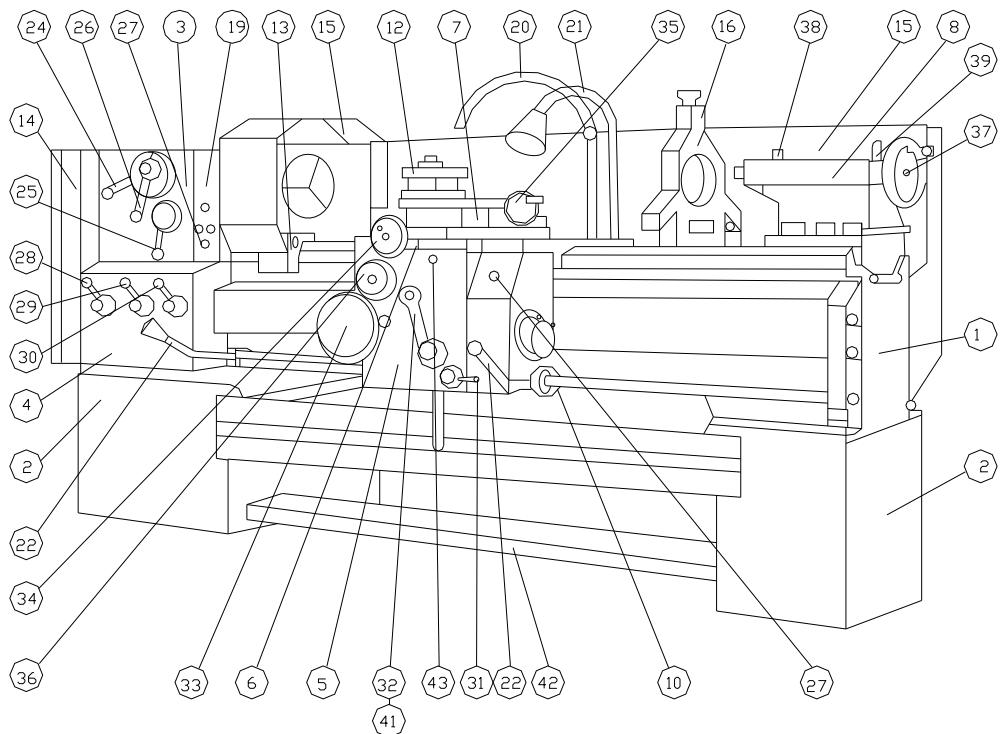
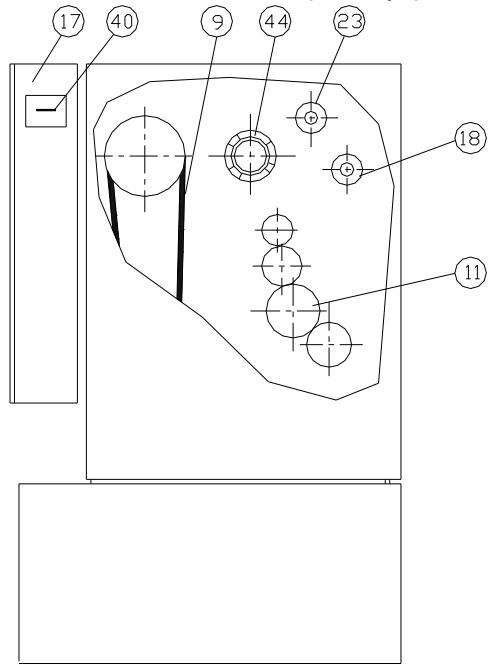

Рис.4-1. Основные части и органы управления
Рис.4-2. Основные части и органы управления
На Рис.4-1 и Рис.4-2 показаны основные части и органы управления станка
Диск, на рис.4-3 и рис.4-5, находящийся на лицевой стороне коробки скоростей и управляемый рукояткой 24 рис.4-1, имеет четыре фиксированных положения. Сектор диска, в котором находятся требуемые обороты, устанавливается левее или правее вертикальной линии в зависимости от того где находится фиксированное положение диска.
Рукояткой 26, рис.4-2, имеющей два фиксированных положения, указатель устанавливается в направлении к соответствующему сектору.
Ступица, рис.4-6, управляемая рукояткой 25, рис.4-1, снабжена тремя цветовыми индикациями (зеленой, красной и синей) рис.4-6. Цвет на фоне требуемой оборотной ступени устанавливается напротив стрелки на табличке.
Запуск и остановка шпинделя для вращения в прямом или обратном направлении производится рукояткой 22 рис.4-1.
• **Механизм для нормального и увеличенного шага, левой и правой резьбы:** он расположен в коробке скоростей поз.3 рис.4.2 и его настройка производится рукоятками – поз.23 и 18;
• **Гитара, рис.4-2 поз.11:** ее настройка производится путем перемещения самого нижнего зубчатого блока, согласно рис.4-7; 4-8; 4-9 и 4-10 или табличке, установленной на лицевую часть коробки скоростей;
• **Коробка подач позиция 4 рис.4.1:** ее настройка производится рукоятками 28 и 29 на шаг резьбы или подачу и рукояткой 30 на вид резьбы и подачу;
- **Коробка суппорта:** автоматическое движение подач суппорта осуществляется ведущим валом и суппортным механизмом. Включение и выключение продольной или поперечной подачи суппорта производится рукояткой 32 рис.4-1. Направление, в котором перемещается рукоятка, соответствует направлению движения суппорта.
Движение суппорта при нарезании резьбы осуществляется через ведущий винт и разъемную гайку коробки суппорта. Зацепление разъемной гайки к ведущему винту производится посредством рукоятки 31 рис.4-1.
Управление суппорта при зацепленной гайке производится через рукоятки 22 рис.4-1.
Включение быстрого хода суппорта производится установкой рукоятки 32 рис.4-1 на автоматическую подачу в желаемом направлении движения и нажатием кнопки 41 рис.4-2 для включения электродвигателя. Коробка суппорта оснащена обгонной муфтой, которая обеспечивает включение суппорта на быстрый ход как при выключенном, так и при включенном движении коробкой подач.
- Задайте обороты и обратный обхват ручками 24, 25 и 26 рис.4-1 и согласно табличке для резьбы;
- Рукояткой 23, рис.4-2 задайте механизму нормальный или увеличенный шаг;
- Рукояткой 18, рис. 4-2 задайте направление (левая или правая резьба);
- Настройте самый нижний зубчатый блок гитары на поз.11 рис.4-2 согласно табличке для резьбы;
- Задайте множительный механизм рукоятки 28, рис.4-1 согласно табличке для резьбы (A;B;C;D) ;
- Задайте избирательный механизм рукояткой 29, рис.4-1 согласно табличке для резьбы (1, 2, 3, 4, 5, 6, 7 и 8);
- Задайте вид резьбы рукояткой 30, рис.4-1;
- Рукояткой 31, рис.4-1 произведите зацепление разъемной гайки к винту;
3. Чрез ременную шайбу вручную произведите вращение шпинделя таким образом, чтобы цифра 0 с таблички 44, рис.4-2 очутилась напротив указателя;
4. Установите рукоятку 18, рис.4-2 в нейтральном положении;
6. Включите рукоятку 18 рис.4-2;